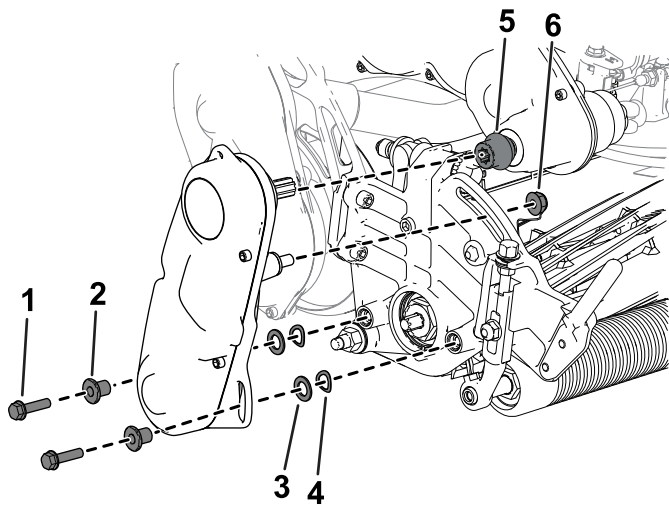

Рисунок 49
3. Снимите узел привода барабана с режущего блока (Рисунок 49) и сохраните крепежные детали.